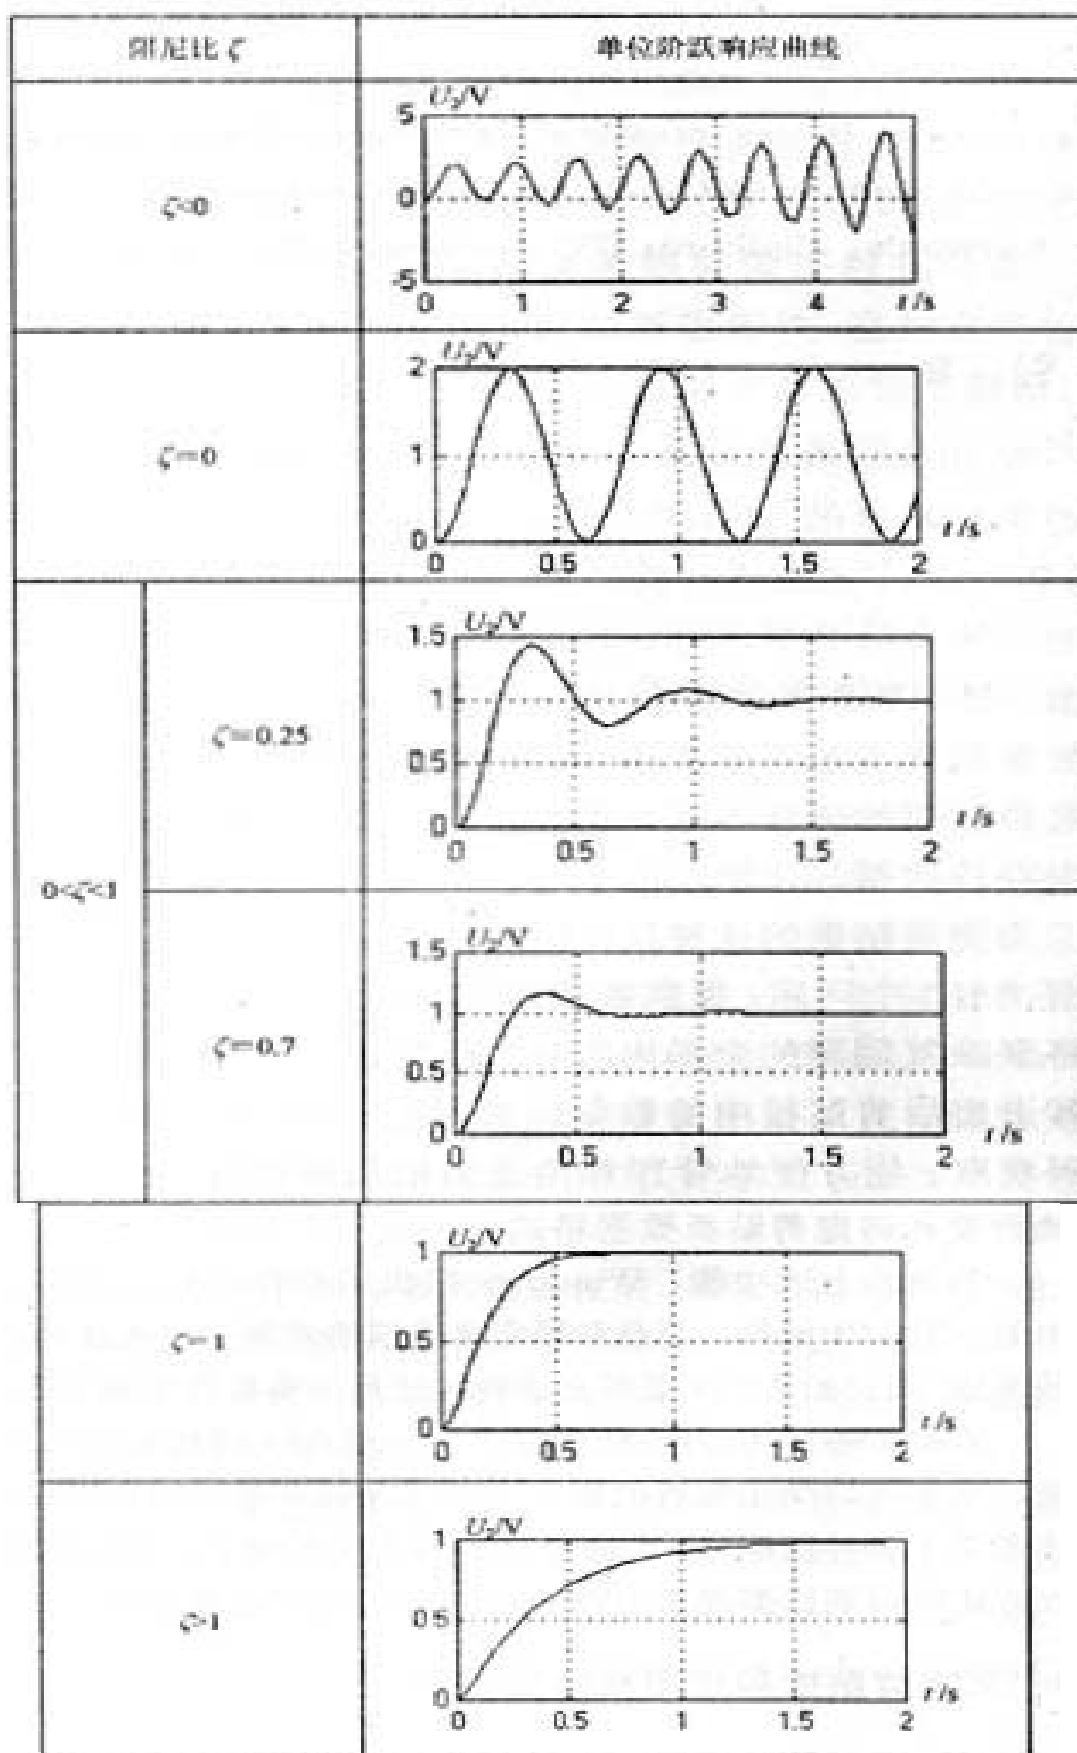

图 5 二阶系统单位阶跃响应曲线图
- (1)  $\zeta < 0$ ，响应发散，系统不能正常工作。
- (2)  $\zeta = 0$ ，系统以最快的速度进入稳态，但响应曲线是等幅振荡的。
- (3)  $0 < \zeta < 1$ ，虽然响应有超调，但是上升速度比较快，调节时间比较短。工程上把阻尼比  $\zeta = 0.707$  的二阶系统称为二阶最优系统。
- (4)  $\zeta \geq 1$ ，响应与一阶系统相似，没有超调，但调节速度慢，进入稳态需要较长时间，二阶系统单位阶跃响应曲线如图 5 所示。